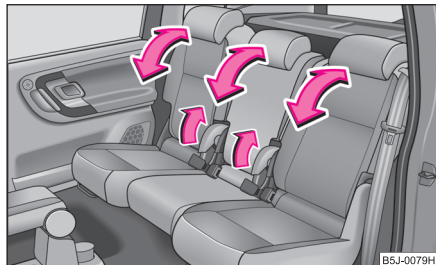

Fig. 51 Réglage des dossiers
- Tirez la manette ⇒ fig. 51 et réglez l'inclinaison souhaitée pour le dossier. ■
- Tirez la manette ⇒ fig. 51 et rabattez complètement le dossier vers l'avant. ►